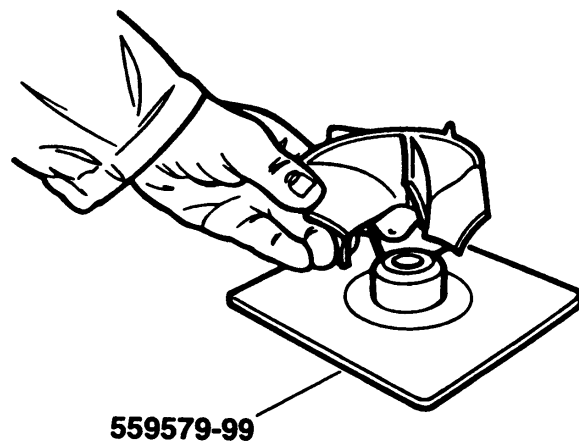

Fig 2
i) Setzen Sie den Lüfter auf das Werkzeug Nr. 559579-99, siehe Abbildung 2.